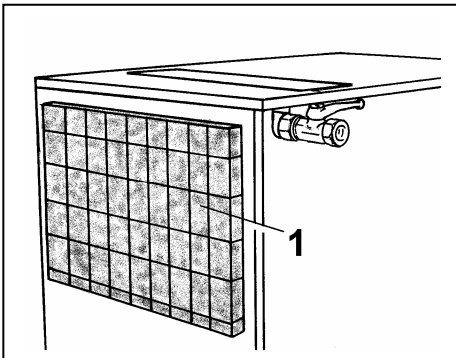

РИС. 15
- Снимите фильтр-панель, ссылка 1, рисунок 15.
- Снимите крышку, ссылка 7, рисунок 15а.
- Снимите фильтр, ссылка 8, рисунок 15а.
РИС. 15а